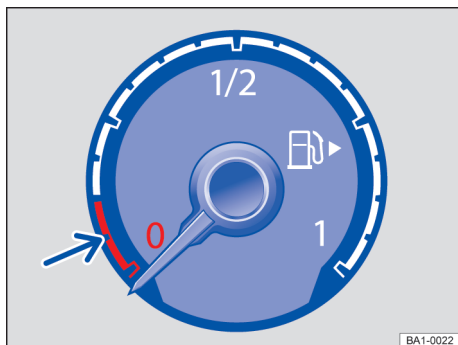
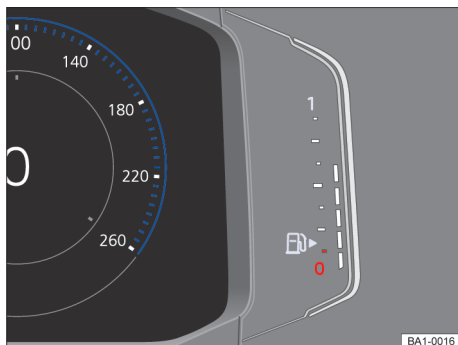

Fig. 15 Indicador do nível de combustível no instrumento combinado.
Fig. 16 Indicador do nível de combustível no Active Info Display.
- *Veículos com instrumento combinado digital:* adicionalmente, um diodo luminoso vermelho pisca junto ao indicador do nível de combustível → Fig. 16.
i A pequena seta ao lado do símbolo da bomba de combustível no mostrador → Fig. 15 ou → Fig. 16 indica de que lado do veículo está a portinhola do tanque. <